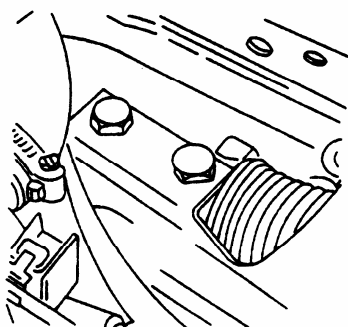
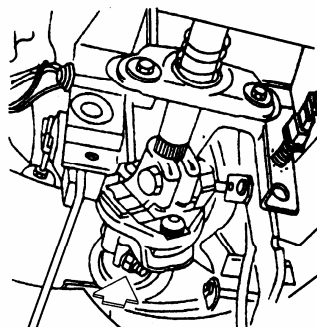

图 12-26 拆下紧固齿条与转向横拉杆的螺栓
图 12-27 拆下紧固转向齿轮轴与下联轴器的螺栓
- ⑦ 拆下紧固齿条与转向横拉杆的螺栓，如图 12-26 所示。
- ⑧ 拆卸仪表板侧边下盖、通风管和踏板盖。
- ⑨ 拆下紧固转向齿轮轴与下联轴器的螺栓，如图 12-27 所示，并使各轴分开。